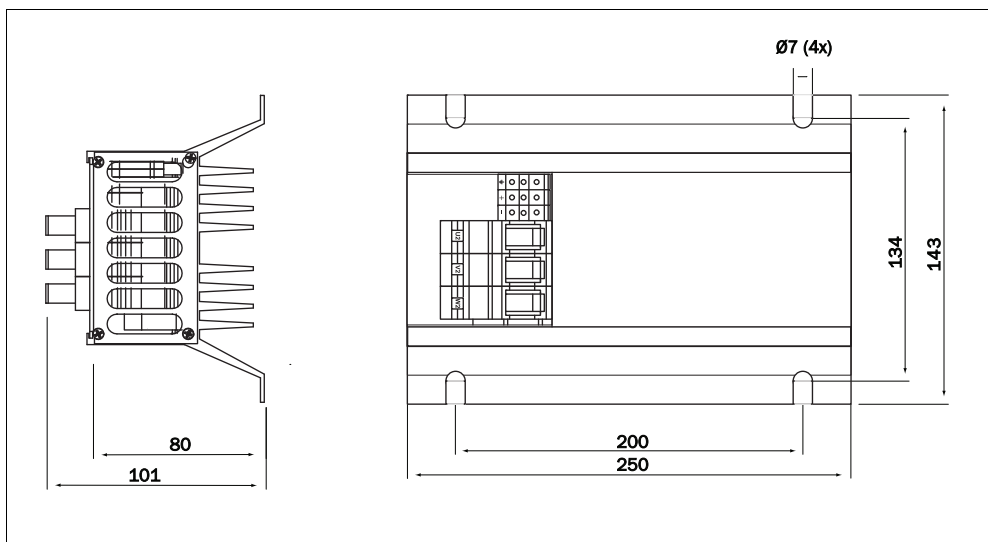

Fig. 4 Overshoot clamp dimensions.
- Mount the overshoot clamp unit outside the inverter on a flat surface with four M6 screws. The dimensions of the overshoot clamp unit are shown in Fig. 4 on page 4.
- Montera spänningsbegränsarenheten utanför frekvensomriktaren på en plan yta med fyra M6-skrivar. Spänningsbegränsarenhetens mått visas i Fig. 4 på sidan 4.
- Montieren Sie die Overshoot Clamp-Einheit an der Außenseite des Umrichters mit vier M6-Schrauben auf einer flachen Oberfläche. Die Abmessungen der Overshoot Clamp-Einheit sind in Fig. 4 auf Seite 4 aufgeführt.